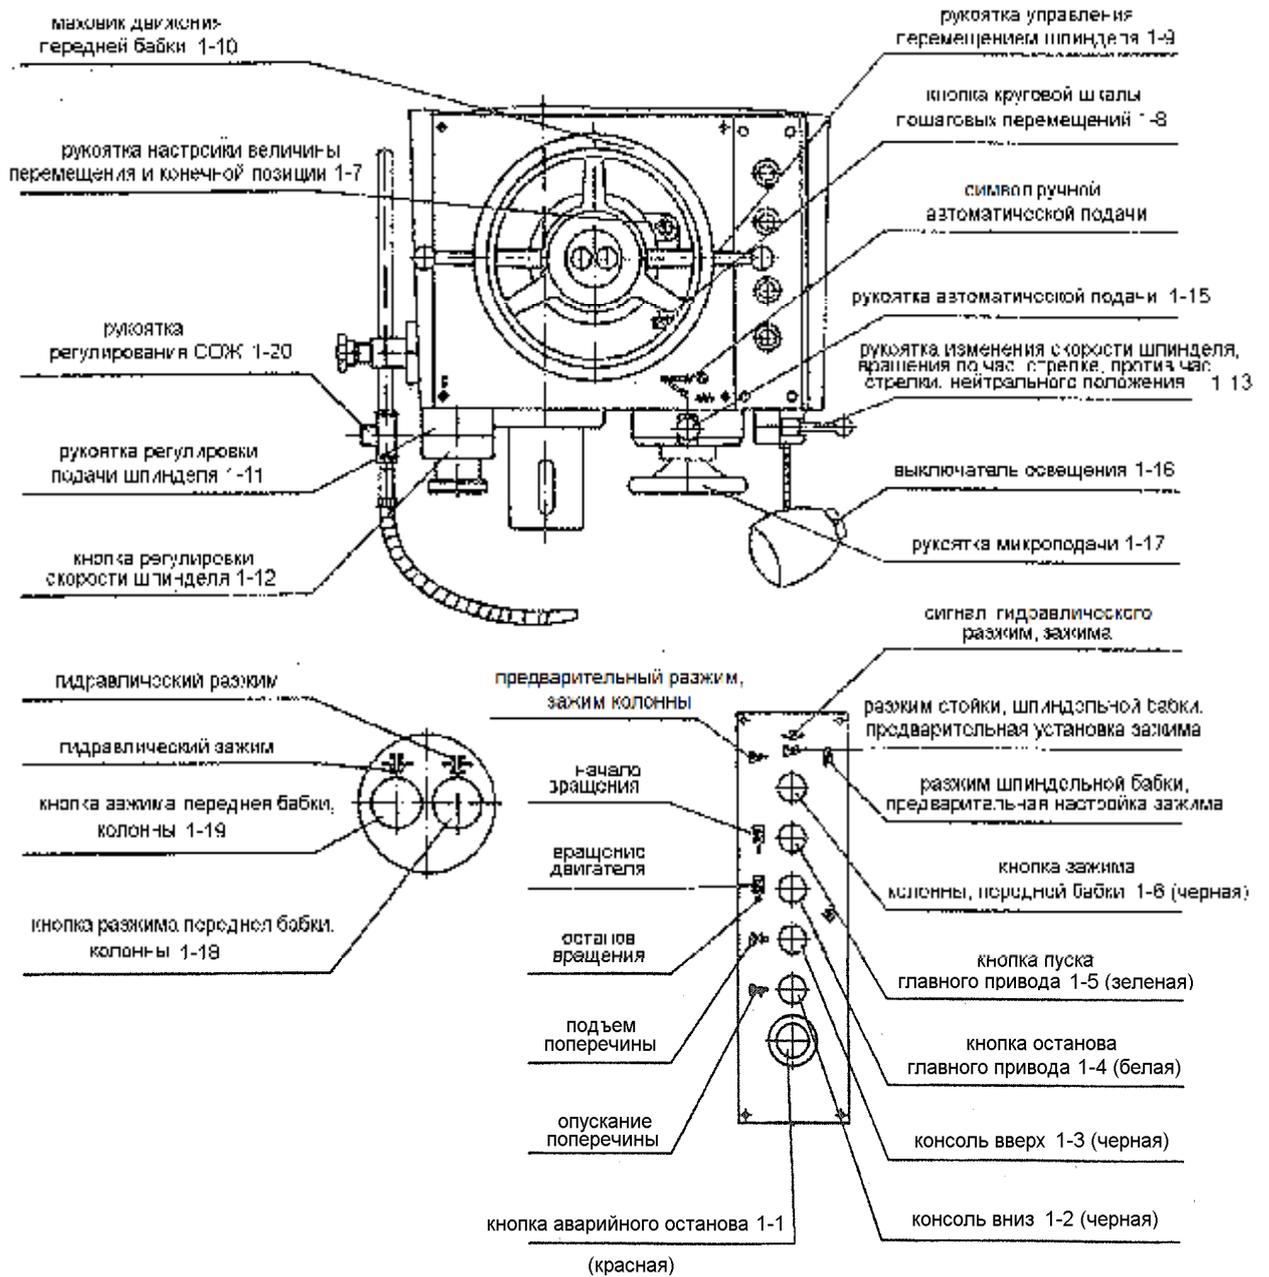
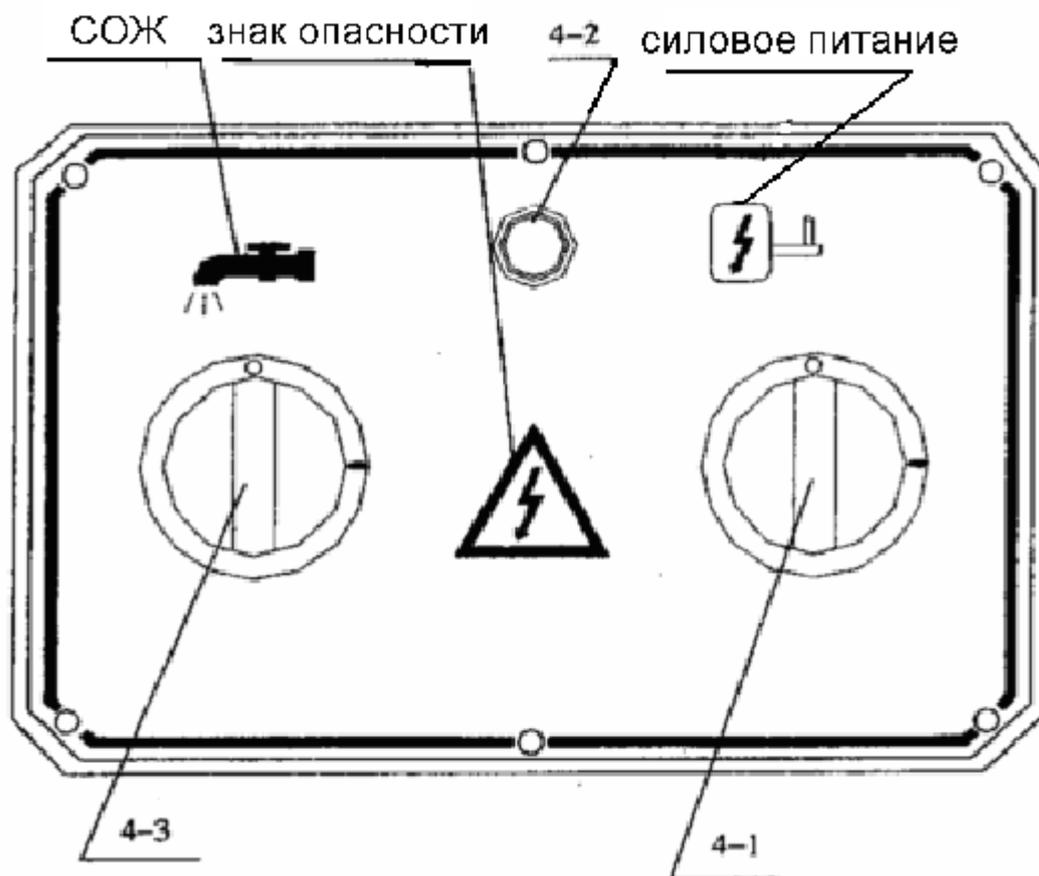

Рис. 3.1
Рис. 4.4
2.4.8. Проверьте последовательность фаз (рисунок 3.1): при нажатии кнопки 1-18 проверьте не ослабло ли крепление шпindelной бабки (или при нажатии кнопки 1-19 проверьте зажим шпindelной бабки). Нажмите кнопку подъема 1-3 на консоли, поднимите ее на 10 мм вверх, проверьте, как работает подъемный механизм (или при нажатии кнопки опускания 1-2 проверьте, работу механизма опускания консоли).
2.4.9. Нажмите кнопку опускания 1-2 (рисунок 3.1.), на 100 мм опустите вниз консоль, очистите антикоррозионное покрытие в основании стойки, проделывайте эту работу, пока не удалите смазку. Нажмите кнопку и освободите шпindelную бабку, поверните маховичок перемещения 1-10 и переместите шпindelную бабку влево, очистите антикоррозионное покрытие с направляющих, произведите переустановку и зажмите шпindelную бабку.
3.1.4. Шпиндельная бабка (рис. 3.1).
#### Перечень кнопок и рукояток управления (Рисунок 3.1.)
- 4.1.1. Откройте главный выключатель на стойке 4-1, нажмите кнопку запуска насоса подачи СОЖ 4-3 (рис. 4.4) и включите рабочее освещение (рис. 3.1);
- 4.1.3. Отрегулируйте положение консоли в соответствии с высотой заготовки (кнопки 1-2, 1-3). (Рис. 3.1, как и на рисунке 4.8).